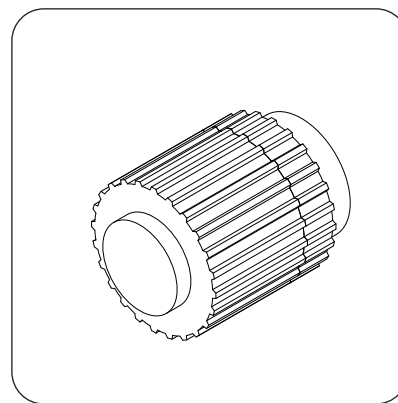
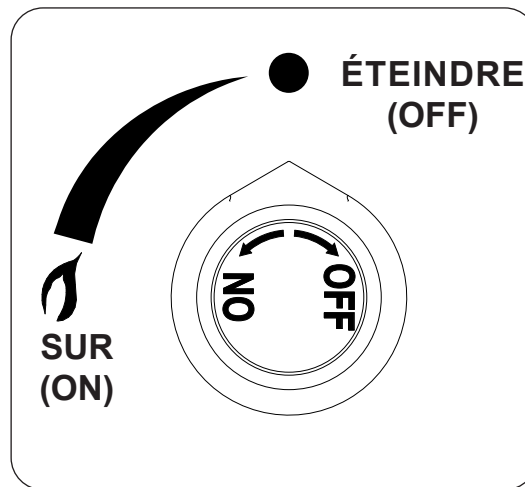

Fig. 52-1 Détail du bouton d'allumage
Fig. 52-2 Détail du bouton de commande
- 2. Localisez le panneau de commande sur le côté de l'appareil (consultez la LISTE DES PIÈCES D'IDENTIFICATION si nécessaire), et identifiez le bouton d'allumage (Fig. 52-1) et le bouton de commande du gaz (Fig. 52-2). Assurez-vous que le bouton de commande du gaz est en position **OFF** (**éteindre**) avant de commencer la séquence d'allumage.
Pour éteindre votre brûleur à gaz, tournez le bouton de commande du gaz dans le sens des aiguilles d'une montre jusqu'à la position **OFF (éteindre)** (voir Fig. 52-2). Assurez-vous que le bouton de commande est complètement éteint pour éviter toute fuite de gaz.